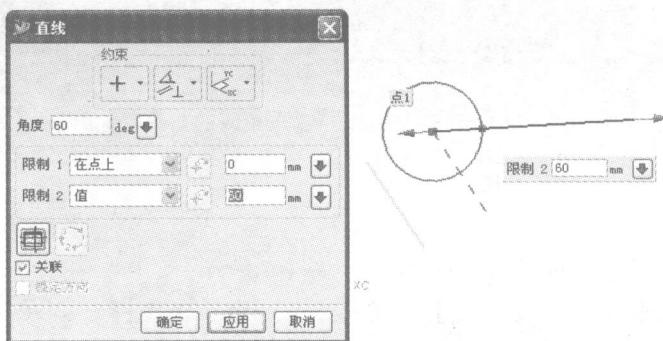

图 1-10 建立与现有直线成 60° 的直线示意图
- 如果选择【约束】为【XY 平面】( $\frac{YC}{XC}$  按钮), 设置【角度】为 60°, 系统将自动将现有曲线投影到 XY 平面, 建立一条位于 XY 平面内的与现有直线成 60° 的直线, 如图 1-10 所示。